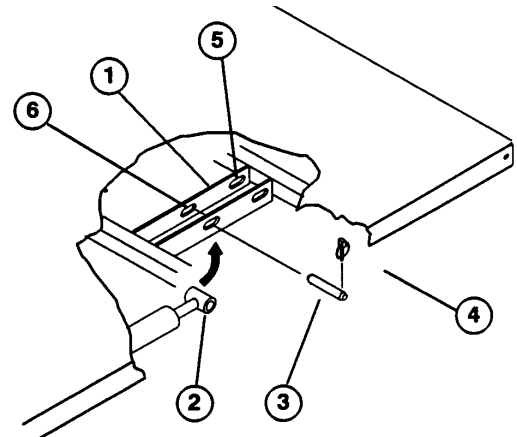

Bild 9
5. Bei abgesenkter Flachmulde jedes Zylinderstangenende mit einem Bolzen und einem Klappstecker im zutreffenden Schlitz in den Flachmulden-Befestigungslaschen absichern. Den Bolzen von außerhalb der Mulde einführen, während der Klappstecker nach außen gerichtet ist (Bild 9). Die hinteren Schlitz dienen der Montage der Vollmulde, während die vorderen für die 2/3-Flachmulde vorgesehen sind.